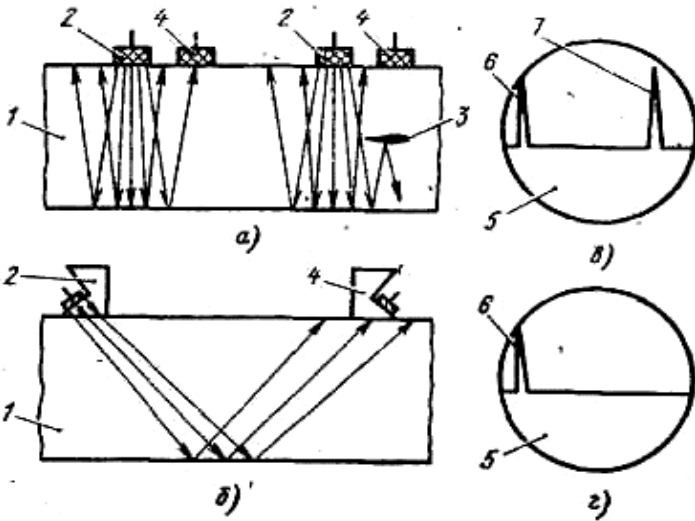

Рис. 3. Схемы прозвучивания изделий зеркально-теневым методом:
**Зеркально-теневой метод** (контроль однократно преломленным лучом, ГОСТ 14782 – 69) является разновидностью теневого. При контроле приемную и излучающую головки устанавливают с одной стороны изделия. Регистрация изменения интенсивности упругих колебаний осуществляется после их отражения от противоположной поверхности (рис. 3). Противоположную поверхность, зеркально отражающую упругие волны, называют донной поверхностью, а